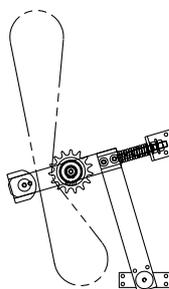

Рис.1
- Ослабить или отвернуть винт, крепящий ползун (1). Передвигать ползун до тех пор, пока он не коснется цепи (2). Смотри рис. 1. Затянуть винт.